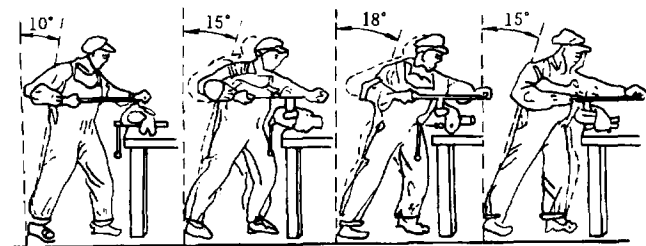

图 1-6 锉削姿势
(3) 锉削姿势。在进行锉削时,除按上述方法握锉外,对身体的姿势也有一定的要求。锉削时,应左脚在前,腿略弯曲,右腿伸直,两脚距离要适当。在向前操作时,身体略向前倾,在接近完毕时,身体伸直,但两腿始终保持不动,见图 1-6。